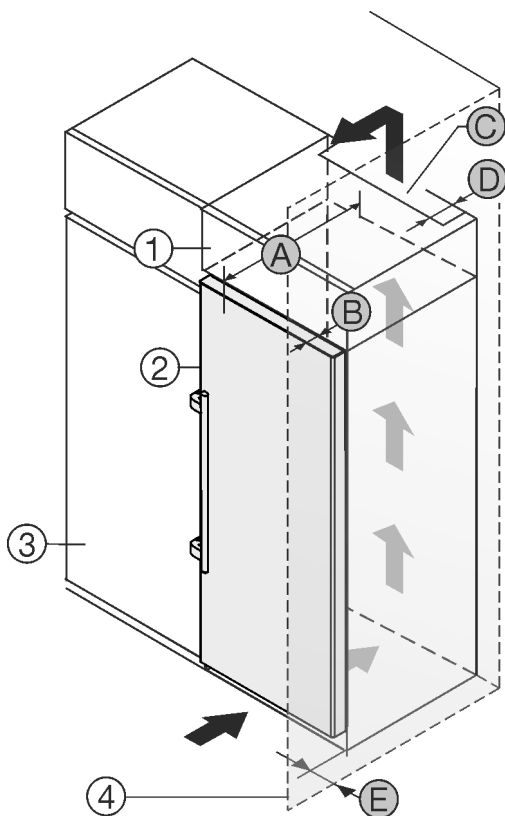

Fig. 2
Můžete přístroj nainstalovat přímo vedle kuchyňské skříňky Fig. 2 (3)*.
Na zadní straně nastavné skříňky musí být větrací šachta hluboká Fig. 2 (D) přes celou šířku nastavné skříňky.*
Pod stropem místnosti musí být dodržen ventilační průřez Fig. 2 (C)*.
Když přístroj instalujete závěsy vedle stěny Fig. 2 (4), musí být vzdálenost mezi přístrojem a stěnou minimálně 57 mm . To odpovídá přesahu madla při otevřených dveřích.*
Aby bylo možné dvířka plně otevřít, musí přístroj přesahovat o hloubku dveří Fig. 2 (B) vůči přední linii kuchyňské skříňky. V závislosti na hloubce kuchyňských skříňek Fig. 2 (3) a použití vymezovačů odstup od stěny může přístroj vyčnívat dále.*